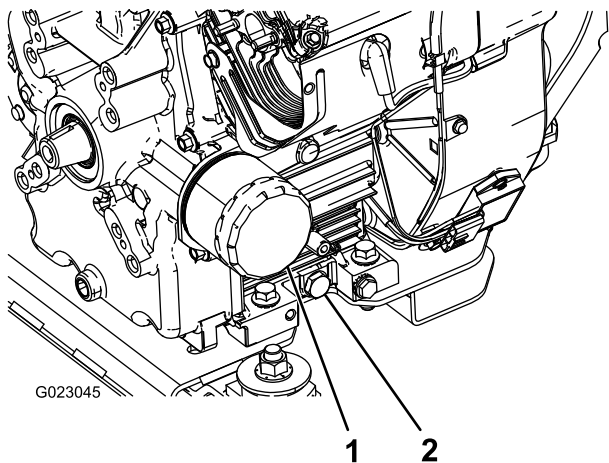

Figura 43
5. Retire o bujão de drenagem (Figura 43).
2. Remova o filtro de óleo (Figura 43).
5. Instale o filtro de óleo de reposição no adaptador do filtro. Gire o filtro de óleo no sentido horário até que a junta de borracha entre em contato com o adaptador do filtro e, em seguida, aperte o filtro por mais 1/2 volta (Figura 43).